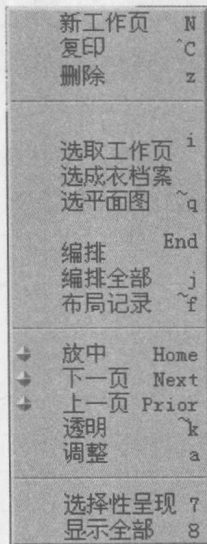

图 1-4
- (3) 【工作页】实现对工作页的操作, 如新工作页、复印或删除工作页、编排工作页等, 如图 1-4 所示。